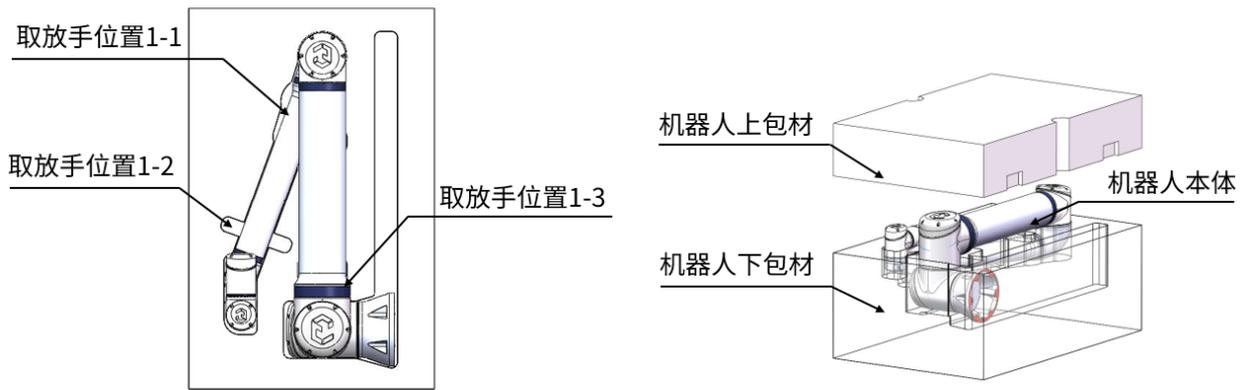

图 6-2: 机器人打包图 2
2. (A1: 180°、A2: -180°、A3: 160°、A4: -70°、A5: 180°、A6: -45°)，如图 6-2所示。